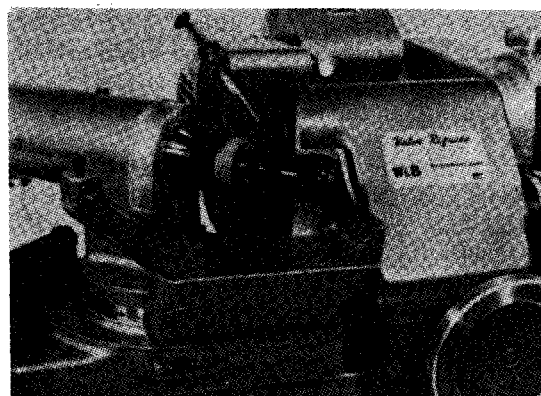

Fig. 6.27 Rectificación de la piedra para asientos en la rectificadora de válvulas, al ángulo exacto de las válvulas
5. Desbaste la piedra con la rueda abrasiva (Fig. 6.27). Córtese el líquido de corte y enfriador de la rectificadora de válvulas y hágase girar la piedra unos segundos para secarla. Móntense el soporte, piedra y piloto en la cabeza de trabajo de la rectificadora; rectifíquese la piedra con la rueda, con un avance ligero, como si fuera una